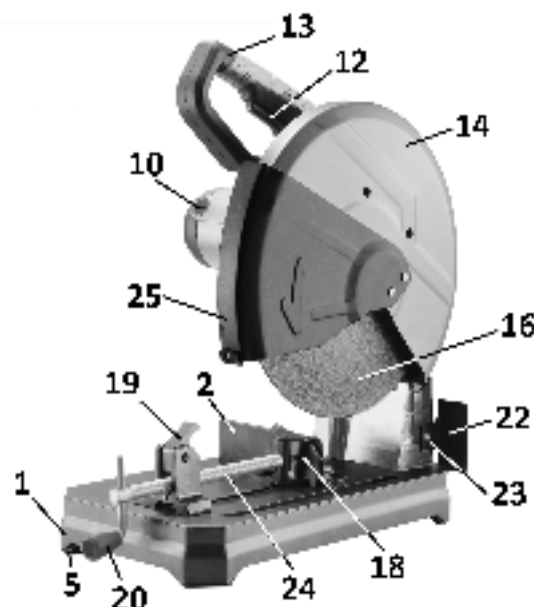

Рис. 3
10.7. Во избежание скапливания металлических опилок и абразивной пыли на рабочем столе (21) ослабьте крепление винта (23), установите искрогаситель (22) в выбранное положение, закрепите винтом (23), Рис. 3.
10.9. Перед выполнением ответственных работ установку угла резания производите с использованием мерительного инструмента и т.п., для чего опустите ручку (13), Рис. 3, установите между плоскостью губок тисков (2) и отрезным диском (16) угольник, угломер, шаблон или образец и отрегулируйте необходимый угол резания.